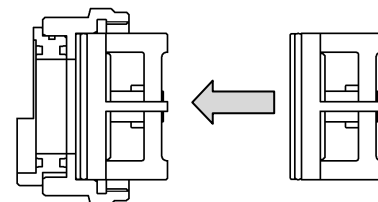

図 14
- ③ メンテナンス終了後、逆止弁押さえに逆止弁を取り付けてください。(図 14)